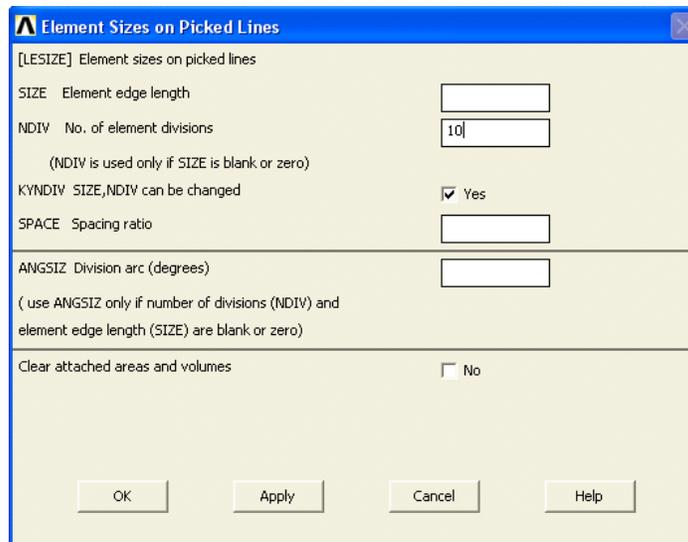

Рисунок 105. Вид окна *Element Sizes on Picked Lines*
- Нажимаем *Apply* в окне *Element Sizes on Picked Lines* (Рисунок 105), т.к. еще будем продолжать назначать количество разбиений на других линиях.